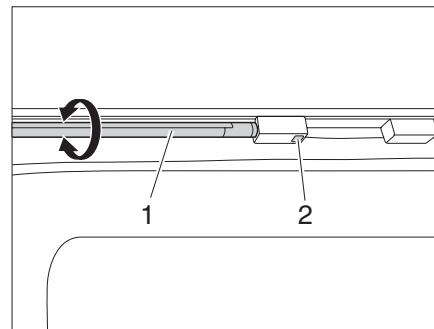

Fig. 45 Fascia luminosa a LED
- Accendere/spegnere la fascia luminosa a LED (Fig. 45,1) con l'interruttore (Fig. 45,2).
- Afferrare la fascia luminosa a LED (Fig. 45,1) per la lampada e ruotarla.